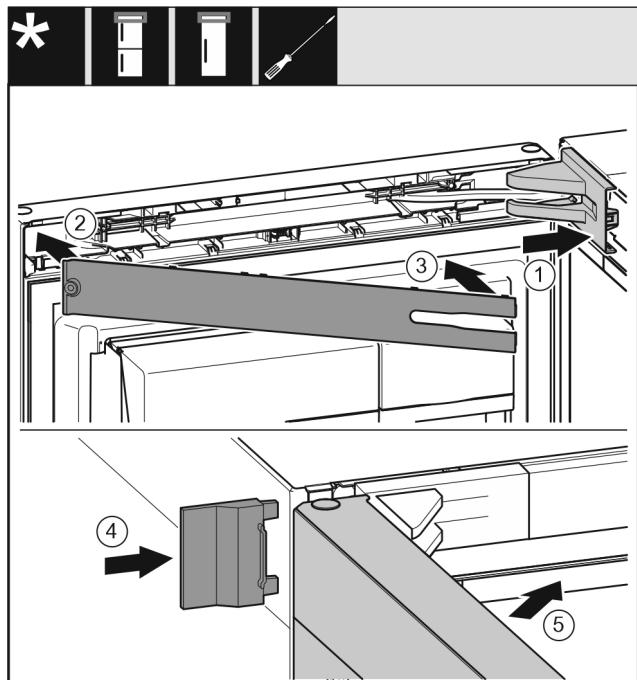

Fig. 22
- Поставете и фиксирайте капака на лагерната стойка, при нужда внимателно го натиснете настрани. Fig. 22 (1)
- Поставете капачката. Fig. 22 (2)
- Завъртете навътре капачката и я фиксирайте. Fig. 22 (3)
- Нахлузете външния капак. Fig. 22 (4)
- Затворете горната врата. Fig. 22 (5)